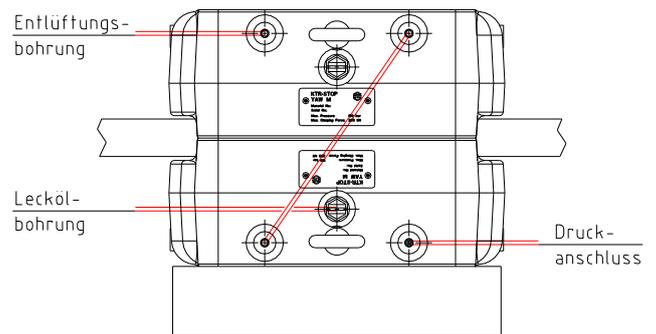

Bild 11: Druckanschluss einer Bremse
**Die Bremse, bestehend aus zwei Hälften, immer an eine Druckleitung (siehe Bild 11) anschließen, da bei Versagen einer Bremsenhälfte die Bremsscheibe einseitig mit voller Bremskraft belastet wird.**